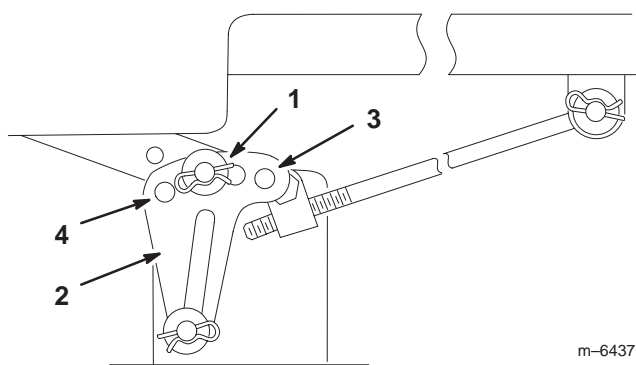

Figure 40
6. Enlevez la goupille fendue et la rondelle de l'une des pattes de mise à niveau (Fig. 40).
7. Pour mettre les lames de niveau, fixez les pattes de mise à niveau dans un autre trou à l'aide de la rondelle et de la goupille fendue (Fig. 40 et 41). Utilisez un trou plus en avant pour réduire la hauteur de la lame, ou un trou plus en arrière pour l'augmenter. Réglez les deux côtés selon les besoins.